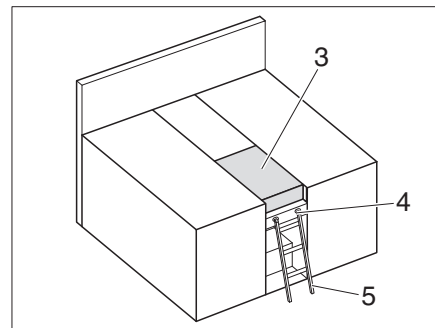

Fig. 180 Lit double
- Ajouter des coussins supplémentaires (Fig. 180,3).
- Retirer les coussins supplémentaires (Fig. 180,3).
Utiliser l'échelle de montée de série (Fig. 180,4) pour accéder au lit supérieur.
- Accrocher l'échelle de montée (Fig. 180,4) par les longerons sur le bandeau (Fig. 180,3) installé sur le cache.